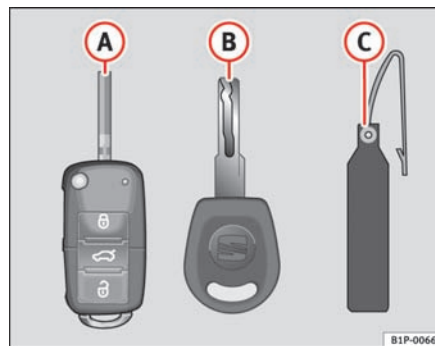

Fig. 41 Nøglesæt
- En nøgle med fjernbetjening ⇒ fig. 41 A